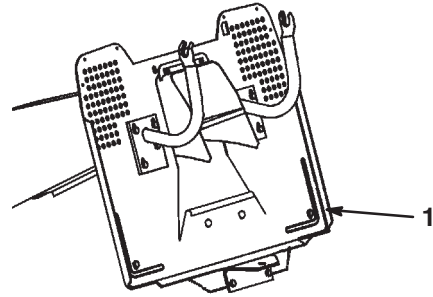

Bild 17
2. Installieren Sie das Zusatzgerät das an der Anbauvorrichtung, die sich hinten am Traktor befindet (Bild 17).